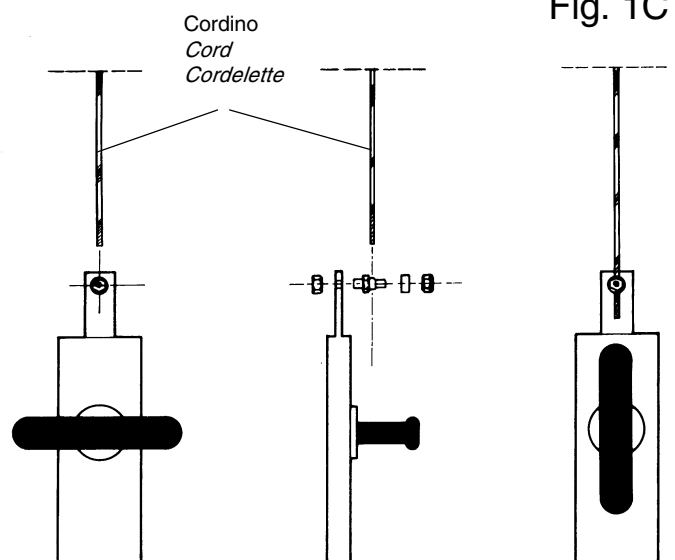

Fig. 1C
- Fissare il coperchio e procedere al montaggio dello sblocco a cordino (fig. 1C).
- Fit the cover and assemble the cord release mechanism (fig. 1C).
- Fixer le couvercle et procéder au montage du dispositif de déblocage par cordelette (fig. 1C).